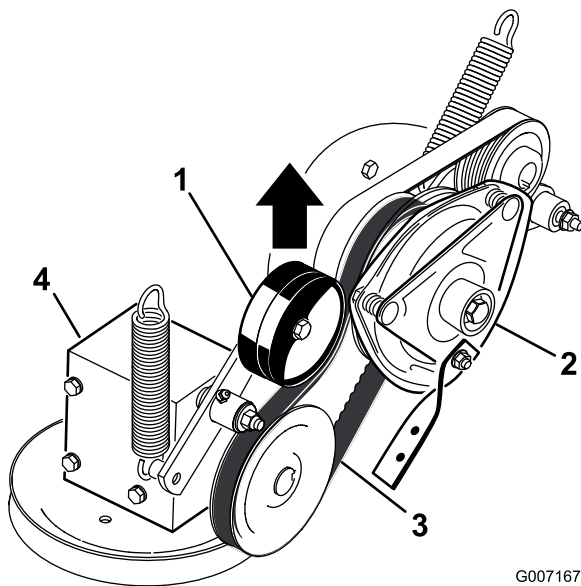

Figure 57
5. Tirez sur la poulie de tension rappelée par ressort de la courroie d'entraînement de PDF et déposez la courroie de la poulie d'embrayage (Figure 57).
17. Tirez sur la poulie de tension rappelée par ressort de la courroie d'entraînement de PDF et placez la courroie sur la poulie d'embrayage (Figure 57).